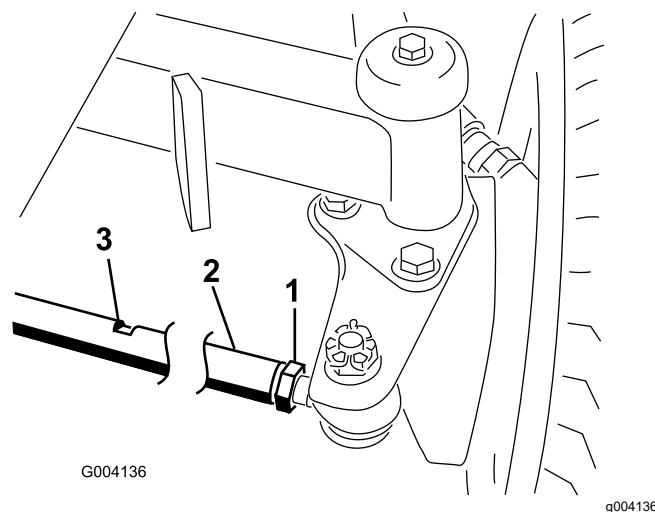

Figure 108
- Desserrez l'écrou de blocage à chaque extrémité de la biellette (Figure 108).